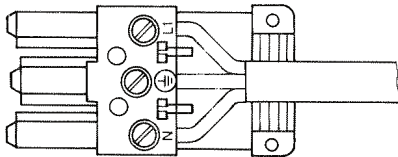

Abb. 15 Anschluß des Kabels von der Heizkreispumpe im Stecker 20
1. Anschlußkabel der Heizkreispumpe im Stecker **20** entsprechend Abb. 15 anschließen.